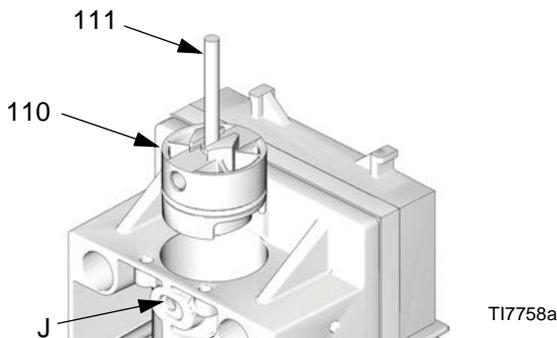

ABB. 10. Ausbau der Kolbenanschläge
3. Siehe **ABB. 10**. Ziehen Sie die Rückhaltestifte (111) aus ihren Löchern (J) heraus. Drehen Sie die Stifte um, und schieben Sie die Köpfe in die Schlitz auf den Anschlägen der Kolben (110). Ziehen Sie die Kolbenanschläge an den Stiften heraus.